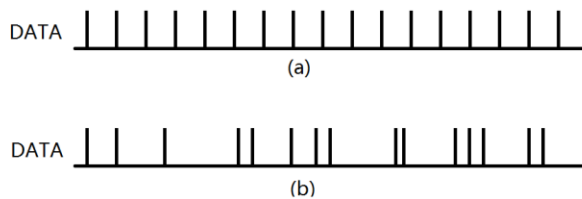

图 9.1 同步与异步数据流示意图
通信分同步通信和异步通信，我们先不给出定义，来看图 9.1 (a) 和 (b) 所示的数据流，哪个更像是同步通信？
轴排列，就会是图 9.1 (a) 所示那样整齐。
- 2) 恋爱中，每天 A 通过打电话给 B 来确定约会时间地点，这个就属于同步通信，手机就是公共的时钟线。A 可以选择方便的时候出门约会，而 B 不用带自己的手表，抱着手机等召唤就行了。由于有手机的存在，所以 AB 不用事先约定几点，任何时候都可能约会。这样一来，约会的时刻就会是图 9.1 (b) 所示那样了。
当然，图 9.1 仅仅是个示意图，严格意义的同步异步应结合时钟线来看，同步通信当然也可以“整齐划一”。